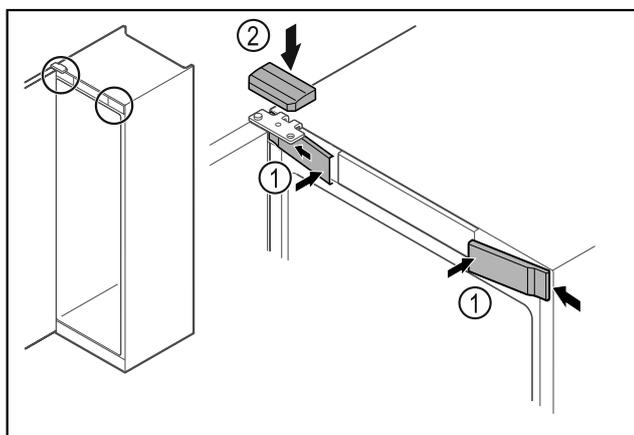

Fig. 49 *
- ▶ Зацепите сбоку и защелкните передние крышки Fig. 49 (1)*.
- ▶ Защелкните верхнюю крышку Fig. 49 (2) сверху.*